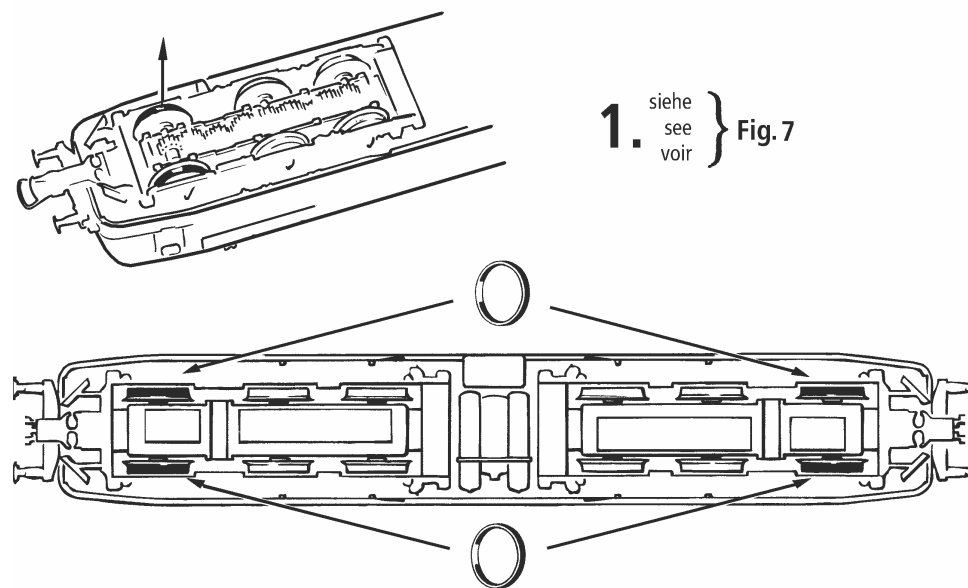

Fig. 10
1. Reinigung der Radstromkontakte: Radstromkontakte können auf unsauberen Schienen leicht verschmutzen. Bitte **entfernen Sie vorsichtig** mit einem kleinen Pinsel **den Schmutz** an den in Fig. 10 gekennzeichneten Stellen. Dazu zuerst den Getriebedeckel abnehmen (Fig. 7).
Les lames de contact risquent de s'encrasser rapidement sur des voies poussiéreuses. Veuillez **enlever la poussière** aux endroits marqués à la fig. 10 l'aide d'un petit pinceau souple après avoir démonté la caisse de la locomotive (fig. 7).
1. Cleaning of wheel contacts: Wheel contacts easily get dirty on tracks which are not entirely clean. Use a small brush to **remove dirt** from spots marked in fig. 10. Prior to cleaning the remove the gear cover (fig. 7).